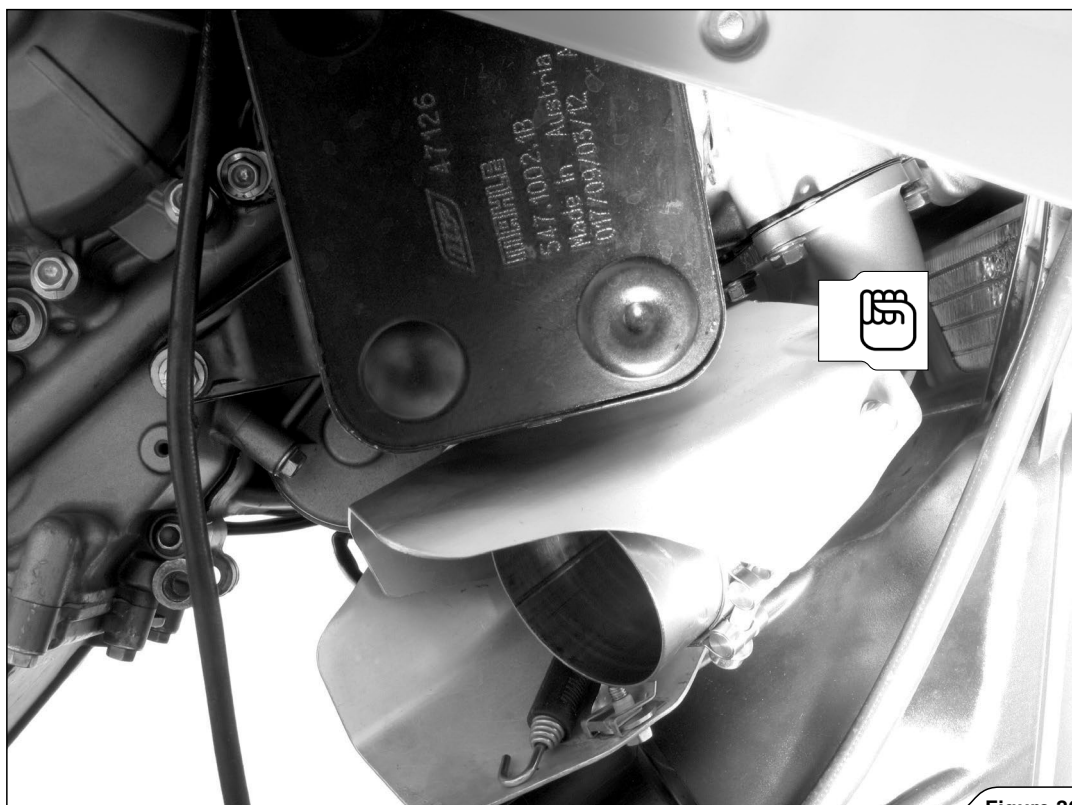

Figure 26
2. フロントマニホールドをシリンダーヘッドに手で締め付け、オリジナルのナットを取り付けます (図 26)。